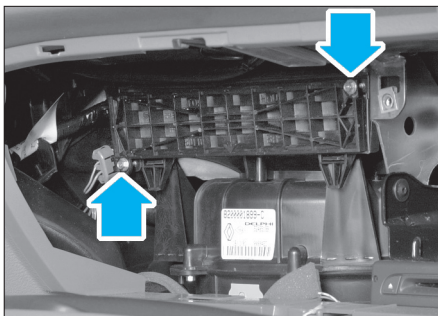

FIG. 7
- Déposer les vis du couvercle du filtre d'habitacle (fig. 7).